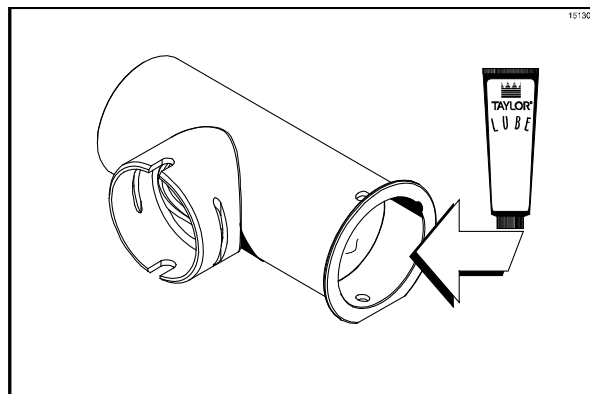

Figure 145
3. Appliquer une couche fine de lubrifiant à l'intérieur du cylindre de la pompe, sur l'extrémité à orifice de la goupille de retenue (Cf. Figure 145).